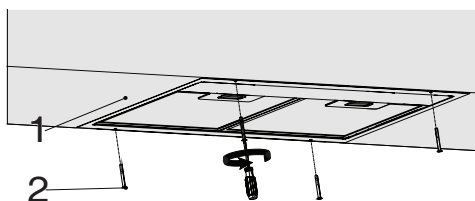

Fig. 10
- Coloque o exaustor no armário de cozinha e encaixe o exaustor nos 4 orifícios de instalação perfurados anteriormente (Fig. 10).